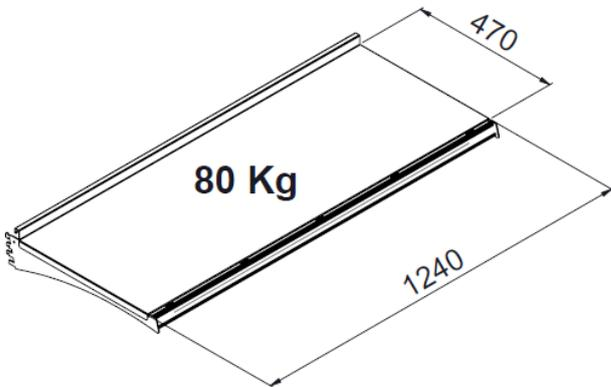
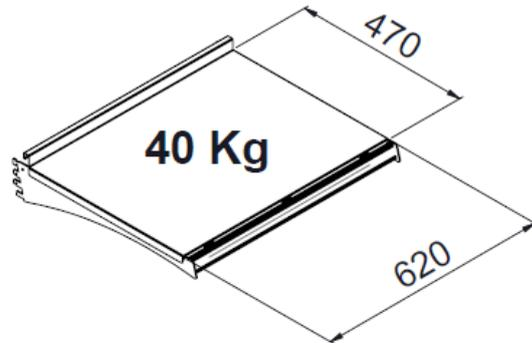
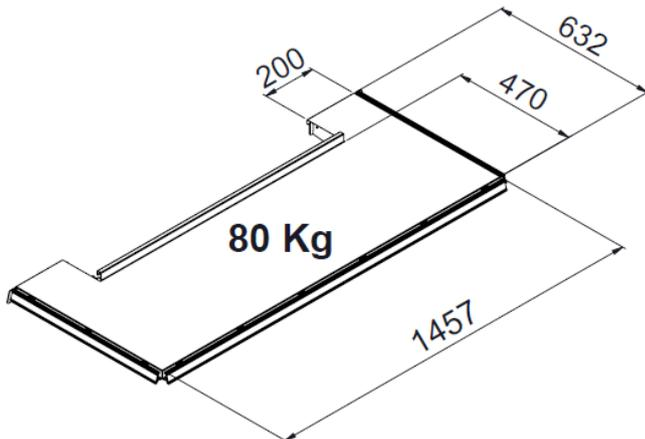

Figura 14: Prateleira 1240x470 mm
Figura 15: Prateleira 620x470 mm
Figura 16: Prateleira 1457x470 mm
- 3 - Informamos que a mercadoria a ser exposta deve ser uniformemente distribuída pela prateleira. A carga máxima indicada para a prateleira de 1240x470 mm é de 80 kg conforme Figura 14 e para a prateleira de 620x470 mm a carga máxima é de 40 kg conforme Figura 15 e para a prateleira de 1457x470 mm a carga máxima é de 80 kg conforme Figura 16.